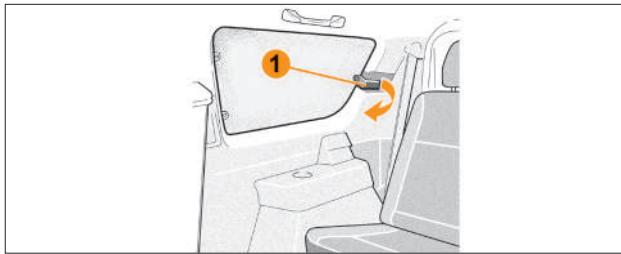

Рис. 4.1.6. Заднее боковое стекло
**В вариантом исполнении** заднее боковое стекло можно немножко приоткрыть (рис. 4.1.6).